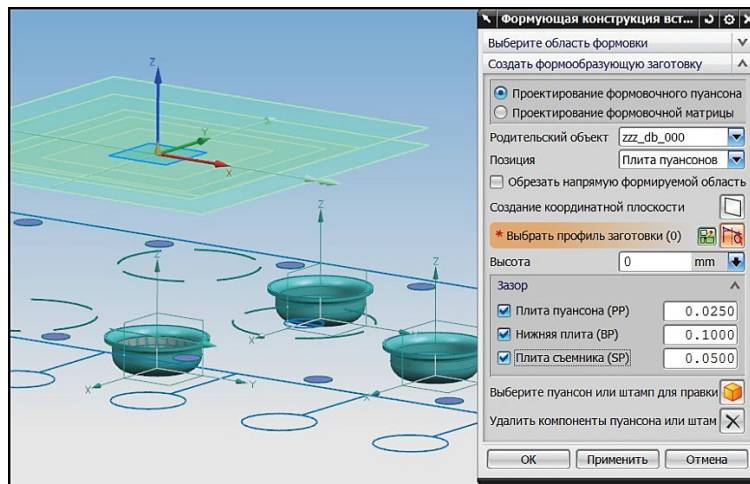

Рис. 10.9. Параметры создания пуансона
10. Установите значения зазоров между пуансоном и плитами пакета штампа. Задайте значения зазора, как показано на рис. 10.9. Нажмите кнопку **ОК**.